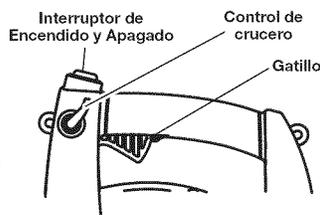

Fig. 11
**NOTA:** La unidad debe arrancarse en vacío. No apriete el gatillo hasta que el paso 7 (Fig. 11).
7. Apriete y sostenga el gatillo, o presione el control de cruceo (Fig. 11), y permitir que el motor se caliente durante 30 a 60 segundos.
2. Oprima y mantenga oprimido el Control de encendido y apagado en la posición APAGADO (O) hasta que el motor se detenga por completo (Fig. 11).
**NOTA:** La unidad debe arrancarse en vacío. No apriete el gatillo hasta que el paso 9 (Fig. 11).
9. Apriete y sostenga el gatillo, o presione el control de cruceo (Fig. 11), y permitir que el motor se caliente durante 30 a 60 segundos.